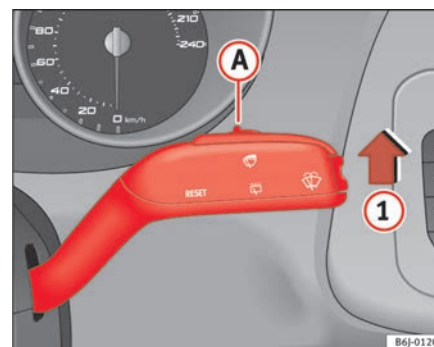

Abb. 60 Scheibenwischerhebel
- Bewegen Sie den Scheibenwischerhebel in Position **1** ⇒ **Abb. 60**.